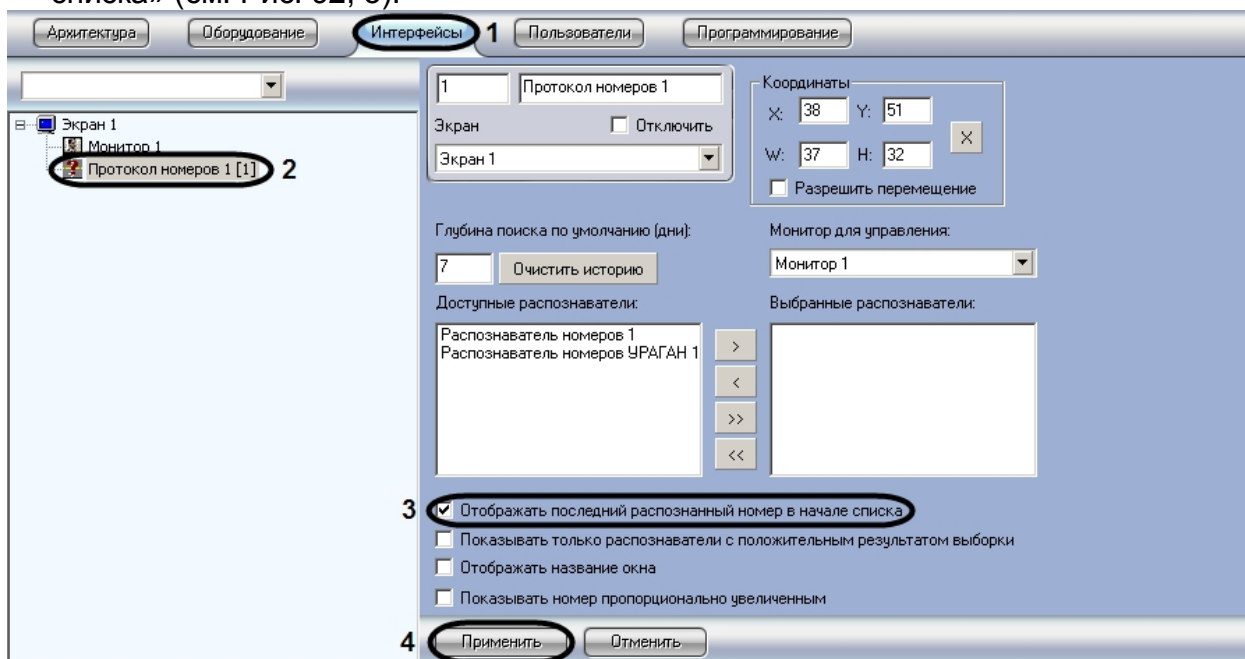

Рис. 92. Активирование функции отображения последнего распознанного номера в начале списка
1. Перейти на вкладку «Интерфейсы» диалогового окна «Настройка системы» (см. Рис. 92, 1).
2. Выбрать в дереве объект «Протокол номеров» (см. Рис. 92, 2).
3. Активировать флажок «Отобразить последний распознанный номер в начале списка» (см. Рис. 92, 3).
4. Нажать кнопку «Применить» для сохранения настроек (см. Рис. 92, 4).